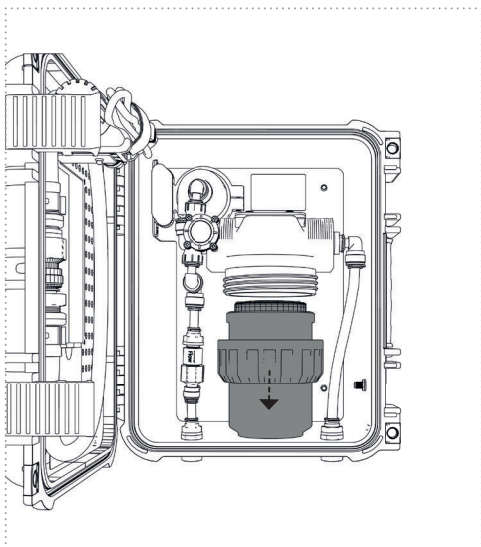

Figure 35
3. Retirez la partie du boîtier du filtre avec l'élément filtrant (Fig. 35)